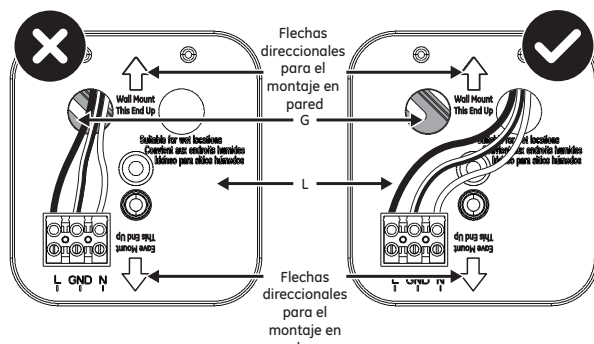

Figura 3
- Jale firmemente del soporte de montaje (G) para asegurarse de que esté bien fijado a la caja de conexiones. De ser necesario, use los tornillos que quitó de la luminaria existente para asegurar el soporte de montaje (G).
- La placa de soporte trasera (L) cuenta con cables preinstalados: Line (línea, negro), Neutral (neutro, blanco) y Ground (tierra, verde/amarillo) con conectores a presión (M).
- Observe la flecha direccional en la placa de soporte trasera (L) para la instalación en pared o alero seleccionada (ver Figura 3).
- Ubique, de forma temporal, la placa de soporte trasera (L) con la flecha de instalación seleccionada, es decir, en pared o en alero; en la dirección indicada para determinar el mejor orificio en la placa de soporte trasera (L) para pasar los cables de modo de evitar el contacto con el soporte de montaje (G) (ver **Figura 3**). **NO atornille definitivamente.**
- Jale la placa de soporte trasera (L) para alejarla del soporte de montaje (G).
- Si los cables no pasaron por el orificio de la placa de soporte trasera (L) sin tocar el soporte de montaje (G), jale, con cuidado, los cables con los conectores a presión (M) a través del orificio de la placa de soporte trasera (L) e insértelos por el otro orificio presente en la placa de soporte trasera (L) (ver **Figura 3**).
- b. Antes de hacer las conexiones eléctricas, asegúrese de que se haya completado el **Paso 7** para pasar los cables eléctricos de modo de evitar el soporte de montaje (G) e insérteles a través de la junta (H) (ver **Figura 3**).